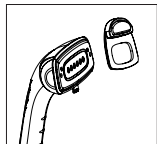

Figura 17
- Adjunte el cepillo para pelusas alineando las muescas del cepillo con los orificios de la boquilla de vapor. Empuje suavemente hasta que quede en su lugar (Figura 17).